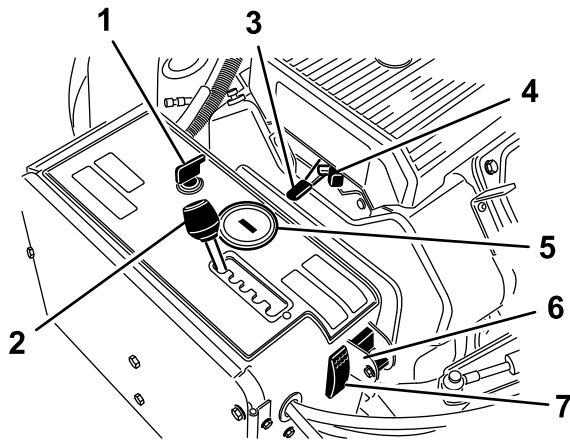

Bild 14
Mit dem Zündschalter (Bild 14) lassen Sie den Motor an und stellen Sie ihn ab. Der Schalter hat 3 Positionen:
Schieben Sie den Aerifizierer-Abstandshebel (Bild 14) auf den gewünschten Lochabstand oder auf „T“ für Transport.
Verwenden Sie den Gasbedienungshebel (Bild 14), um die Motordrehzahl zu steuern. Wenn Sie den Gasbedienungshebel nach vorne schieben, steigt die Drehzahl (SCHNELL-Stellung); wenn Sie ihn nach hinten schieben, sinkt sie (LANGSAM-Stellung). Die
- Wenn der Motor abgeschaltet wird, zeigt der Betriebsstundenzähler, Drehzahlmesser (Bild 14) die Anzahl der Motor-Betriebsstunden an.
Verwenden Sie den Choke, wenn Sie einen kalten Motor anlassen (Bild 14).
Drehen Sie den Schalter in die untere Stellung, um die TrueCore-Funktion abzuschalten (Bild 14). Entfernen Sie die Schraube, um an den Schalter für manuell bzw. Rasen-Niederhalter zu gelangen.
Drücken Sie den Systemreset-Schalter (Bild 14), um den Aerifizierkopf anzuheben, wenn die Maschine funktionsunfähig wird (z. B. Maschine hat kein Benzin mehr).